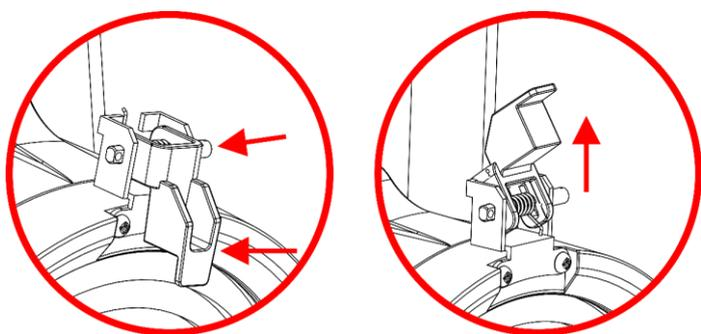

Fig. 10
- 01) Suelte el borne de retención apretando el cierre en dirección a la lente y haga presión en el lado más largo del tornillo. El borne de retención se abrirá (véase la Fig. 10).